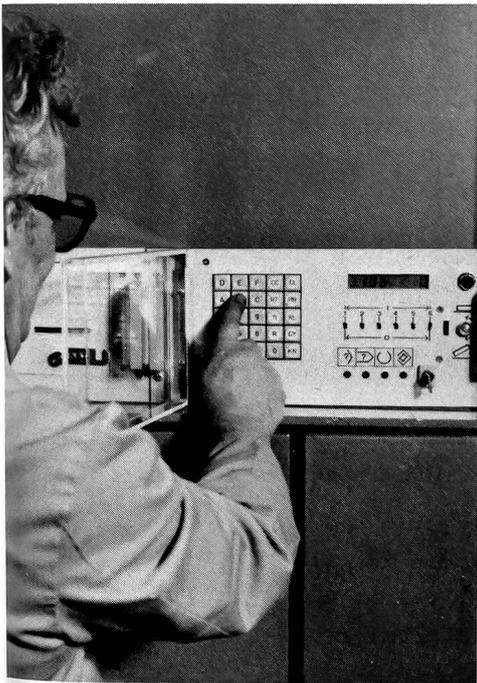

Abb. 16
- Elektronische Bausteine bringen mehr Sicherheit gegenüber den mechanischen Arbeitsvorgängen. Sie bilden gleichzeitig die Grundlage für die elektronische Datenerfassung pro Maschine mittels INFORMATOR (Abb. 16), oder bei einer Zentralüberwachung mittels INDICATOR. Der Mensch bekommt so in seinem unüberschaubar gewordenen Arbeitsplatz sofort und ständig wichtige Informationen über Leistung und Qualität.